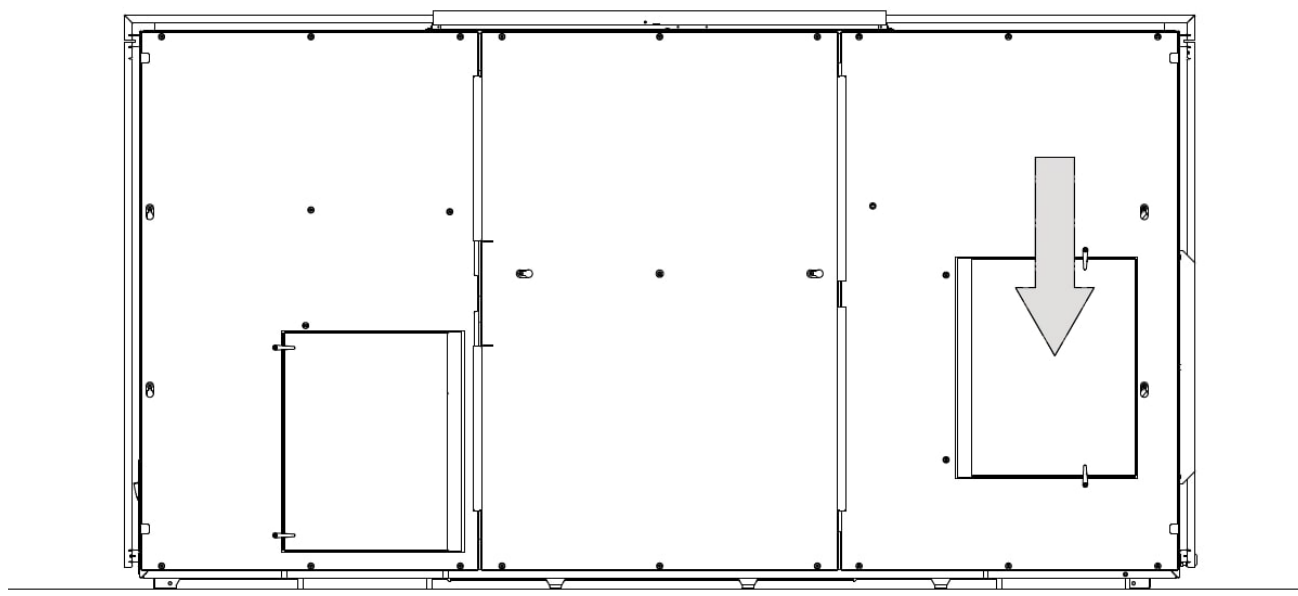

Figur 46: Lyft upp den högra sidoplåten på gångjärnen
11. Lyft upp plåten på gångjärnen precis som du gjorde på den andra sidan, se Figur 46. Se till att filterluckans gångjärn är stängda innan du lyfter stålplåten.